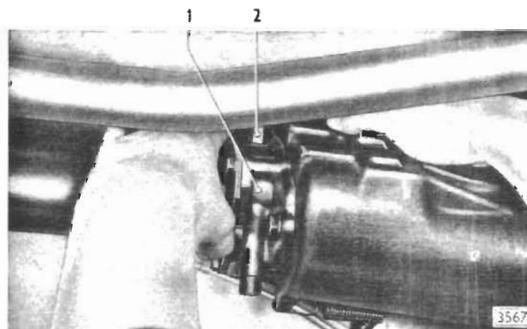

Bild 2 - Tachometerschraubenrad einsetzen und Verschlußdeckel aufsetzen
1. Tachometerschraubenrad von oben einsetzen (Bild 2) und Verschlußdeckel aufsetzen.